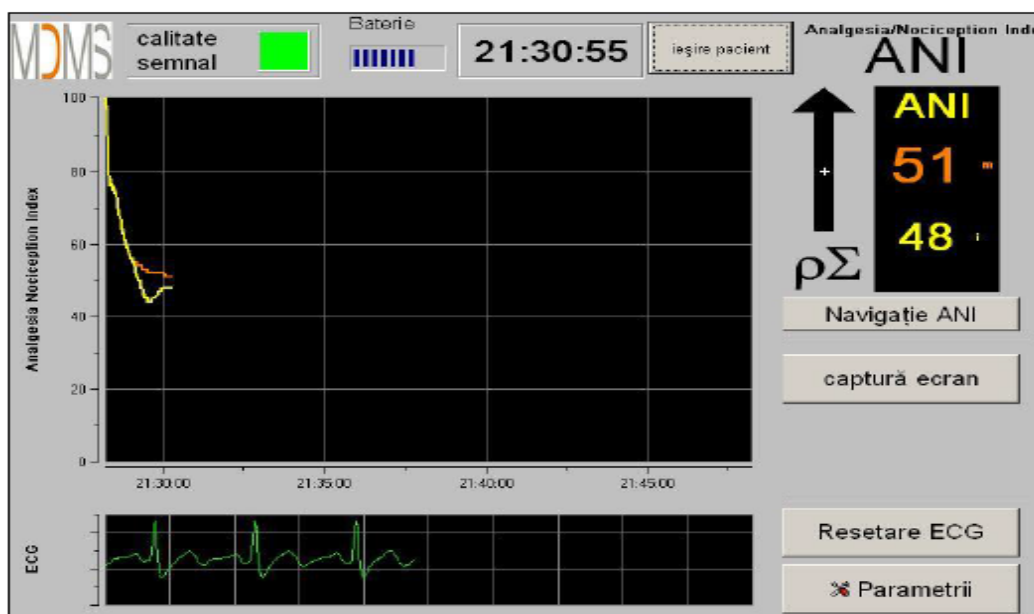

Figura 29
- ”Mod Clasic”: fără energie, fără model respirator (figura 29)